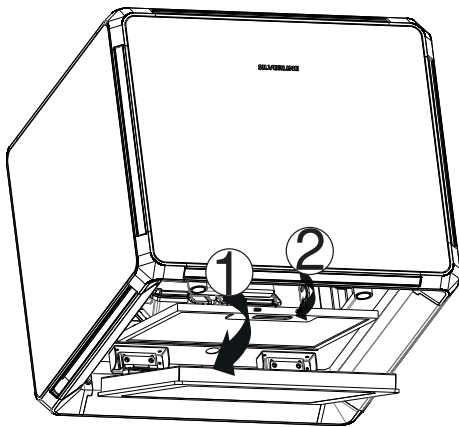

Abb. 16: Herausnehmen des Metallfettfilters
1. ➤ Öffnen Sie die Randabsaugungsplatte der Haube (Abb. 16).
2. ➤ Entriegeln Sie den Metallfettfilter (Abb. 16/2) und sichern Sie ihn mit der anderen Hand.
3. ➤ Kippen Sie den Metallfettfilter nach vorne und nehmen Sie ihn heraus (Abb. 16).